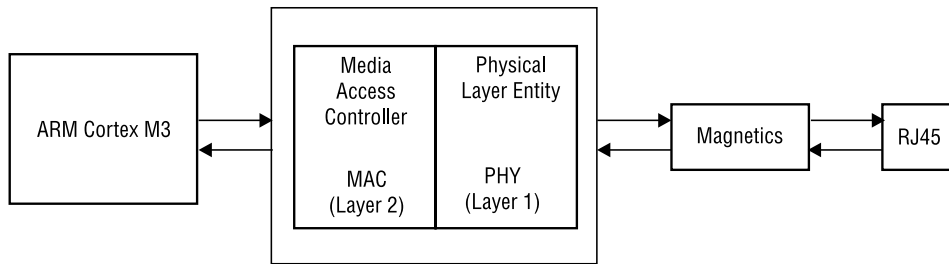

Рис. 2. Реализация интерфейса Ethernet в контроллерах Stellaris
**Ethernet** — один из самых распространенных на сегодняшний день стандартов организации локальных сетей. Модуль Ethernet реализован в трех сериях контроллеров Stellaris. Во все контроллеры, оснащенные интерфейсом Ethernet, интегрирован не только MAC-контроллер, но и трансивер (рисунок 2). Данное решение позволяет сэкономить на трансивере и упростить схему.